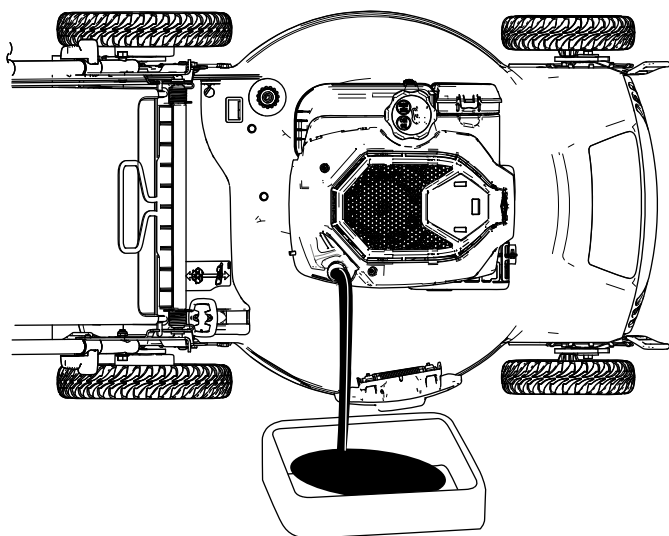

Figura 25
4. Ponga la máquina de lado (con el filtro de aire hacia arriba) para drenar el aceite usado del tubo de llenado de aceite (Figura 25).